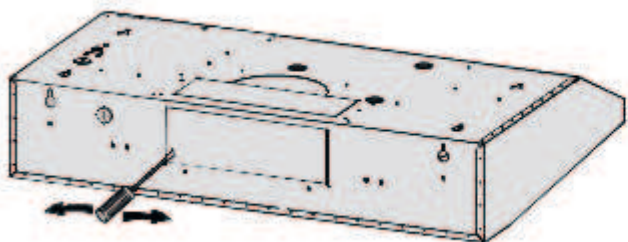

Figure 11
- Pour une évacuation rectangulaire vers l'arrière (horizontale), il suffit d'installer le registre rectangulaire fourni (voir les figures 11, 12 et 13) en utilisant vis 4×8 mm.